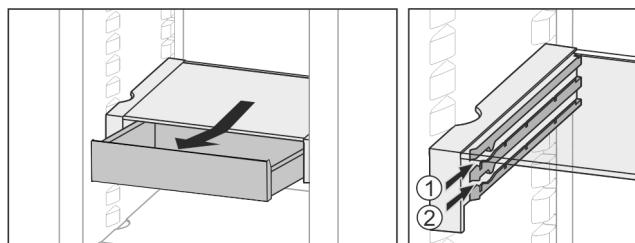

Fig. 26
- Umetnite je na željenu visinu Fig. 26 (1) ili Fig. 26 (2).